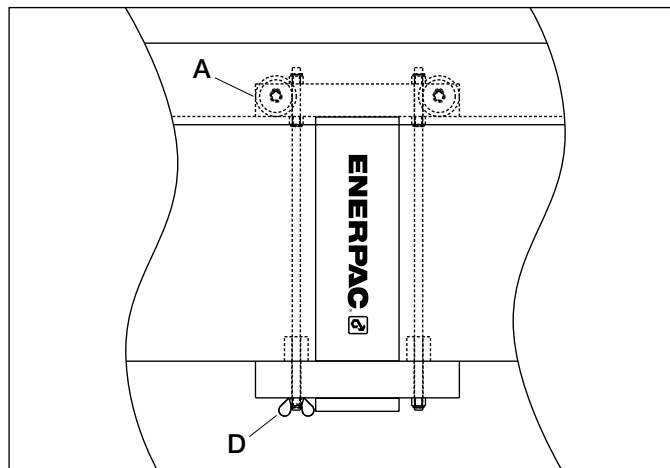

Рис. 3
7.0 ПЕРЕМЕЩЕНИЕ ЦИЛИНДРА (см. рис. 3)